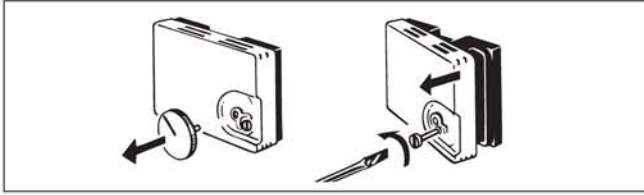

Abb. 3 WMS Temperatursensor öffnen
- Ziehen Sie das Drehrad vorsichtig ab (Abb. 3).